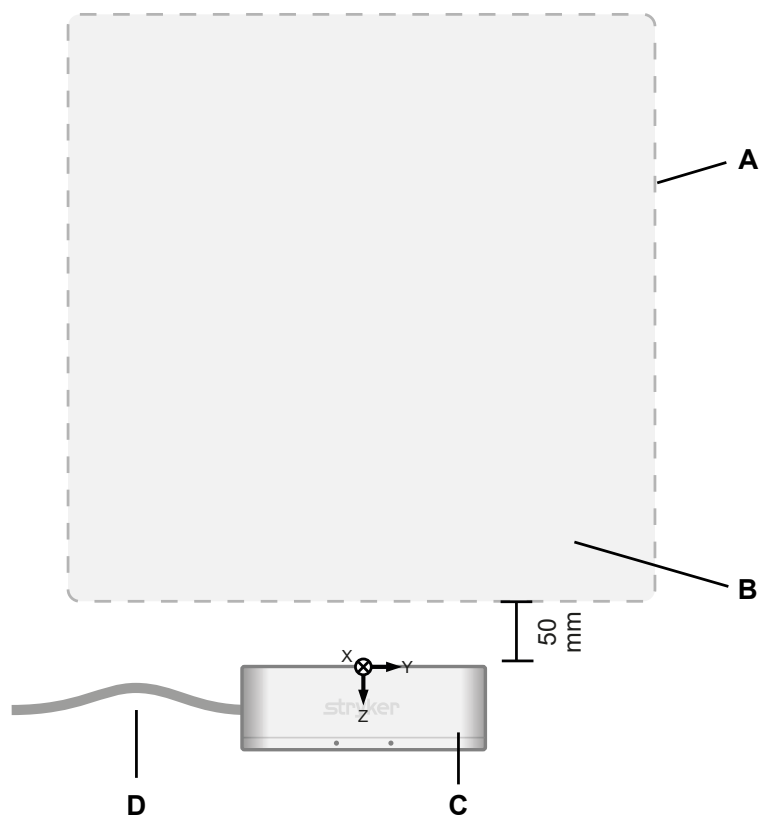

図2 - 磁場発生装置の位置（上面図）
- 磁場発生装置と患者の手術領域との距離が50 mmになるように、磁場発生装置取付アームを配置します。図2を参照してください。